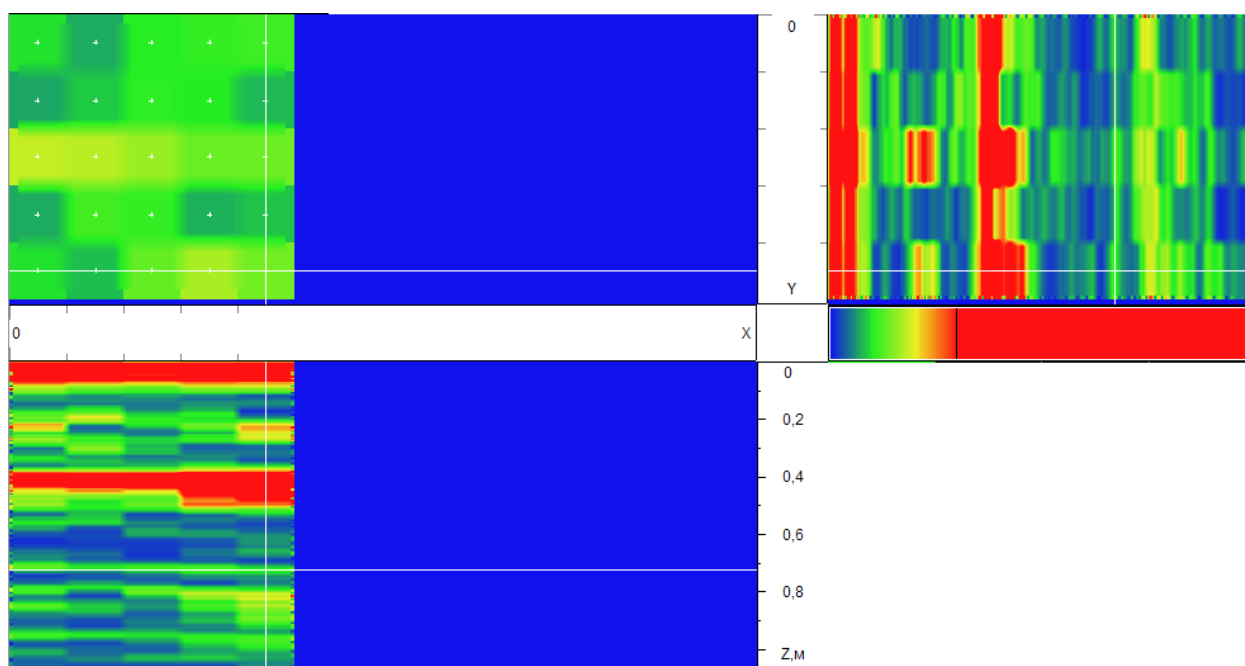

Рисунок 46
- Экран содержит цветные С-скан, В-Скан и D-Скан карты. Отображается уровень принятого УЗ сигнала, горизонтальная и вертикальная разметки экрана, измерительные курсоры (рисунок 46).